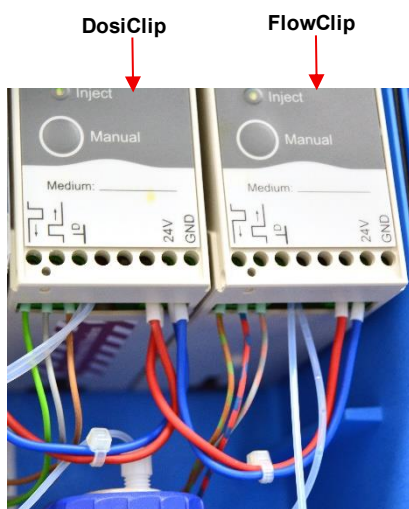
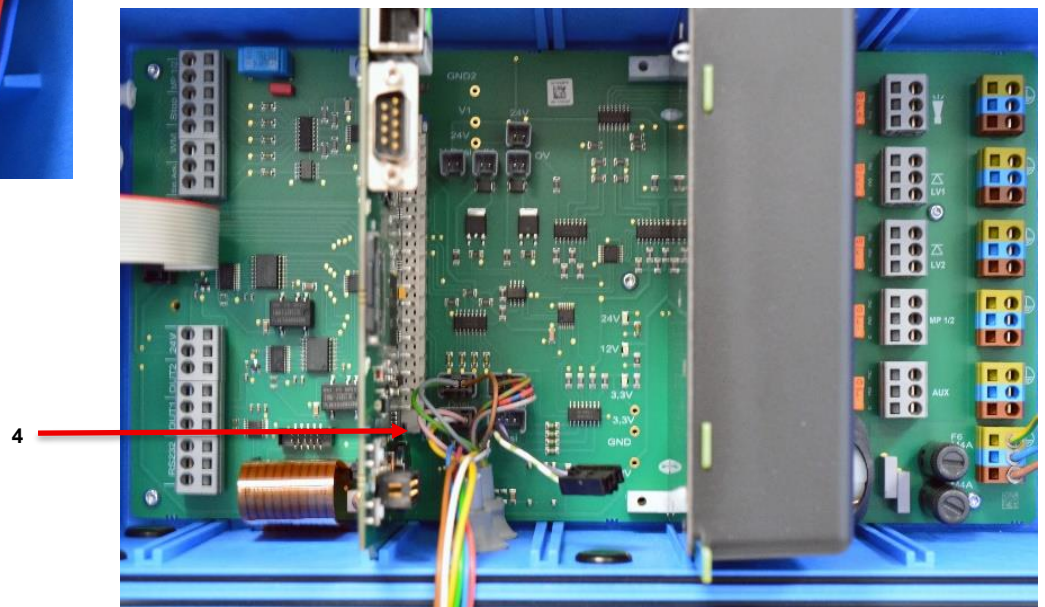

Abbildung 3
Abbildung 4
9. Verbinden Sie die beiden roten Leitungen am Klemmanschluss +24V (1) der DosiClip wie folgt. Orientieren Sie sich an Abbildung 3.
10. Verfahren Sie mit der blauen Leitung am Klemmenanschluss GND (2) der DosiClip genauso wie unter Punkt 9 beschrieben.
12. Stecken Sie den frei hängenden 3-poligen Steckverbinder mit den Leitungsfarben **grün/braun, rot/blau, grau/orange** in die Buchse oben rechts (Steckplatz 4). (Abbildung 4)